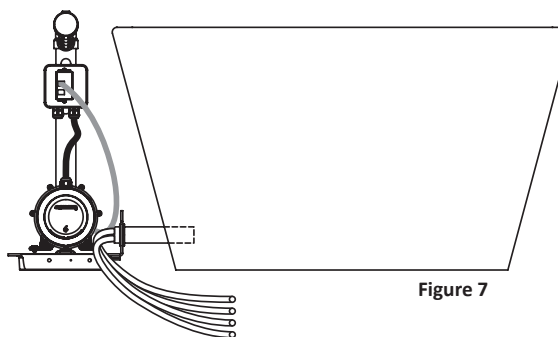

Figure 7
- 4.2. Insérer le tuyau de métal blanc dans l'oeillet à la base du module. *Si le tuyau de métal blanc est trop long et fait plier les tuyaux à air vous devez le couper à une longueur appropriée.* (Fig. 7)
- 4.2. Insert the white metal pipe in the unit's base grommet. *If the white metal pipe is too long and makes the hoses kink, you may cut it to the appropriate length.* (Fig. 7)